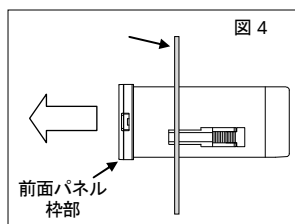

図 4
6. 本機器の前面パネル枠部を持ちながら、取付穴から引き出します。(図4)